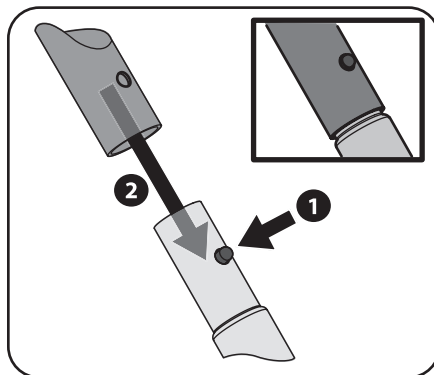

Figura 3-16
2. Las piezas de la base se conectan con un clip de resortes insertado en el agujero de la parte conectada para asegurar cada pieza en su lugar. Presione hacia abajo el botón del clip del resorte y deslícelo dentro de la unidad de conexión hasta que suene indicando que está dentro del hueco. Consulte la Figura 3-16.